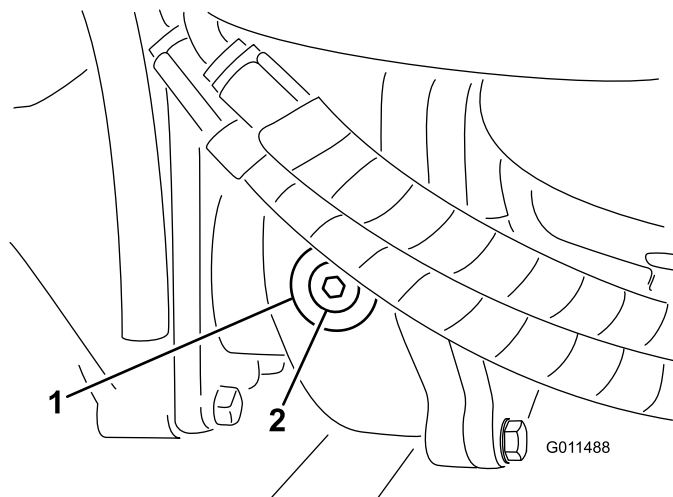

Figura 17
2. Retire el tapón de verificación/llenado del lado izquierdo de la caja de engranajes (Figura 17)